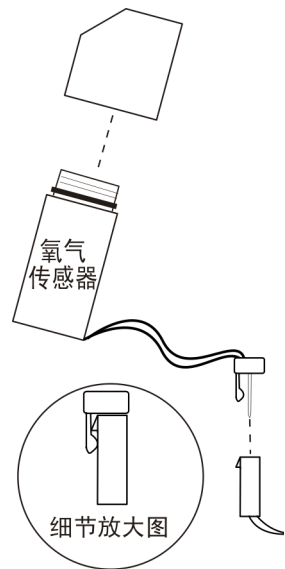

图 5-11. 细节放大
- 4. 轻轻掀起传感器接线端上的固定夹。注意不要折断夹片。请参见图 5-11 中的细节放大图。